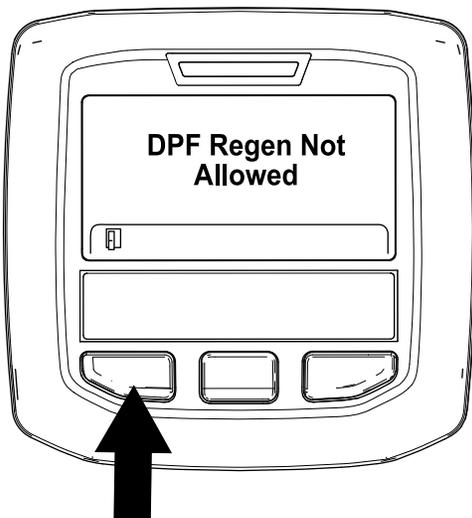

Bild 41
- Wenn der Motorcomputer die Regenerierung nicht zulässt, wird die Meldung „DPF Regen. Not Allowed“ im InfoCenter angezeigt (Bild 41). Drücken Sie die linke Taste, um den Homebildschirm anzuzeigen.